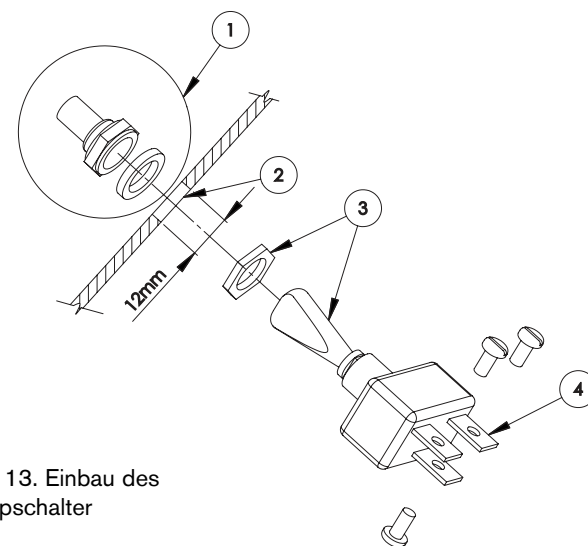

Abb. 13. Einbau des Stoppschalter
2. Schrauben Sie die Feststimmutter vollständig auf den Schalter. Element 3 in Abb. 13.